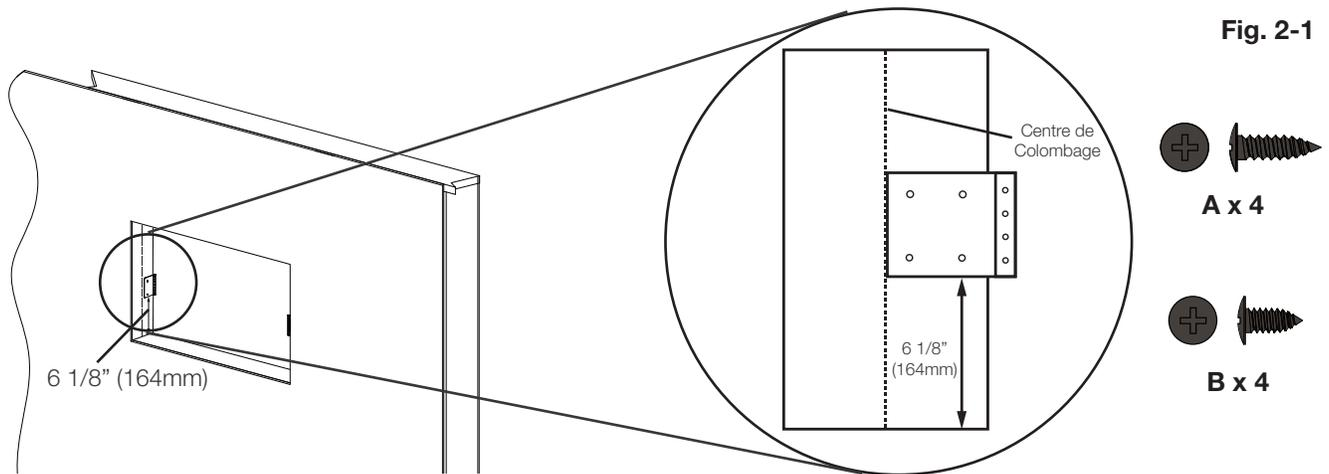

Fig. 2-1
- D. Installez le support de montage en l'alignant le bord avec le centre du colombage, et 6 1/8" (164mm) du bas des côtés de mur (**Fig. 2-1**).